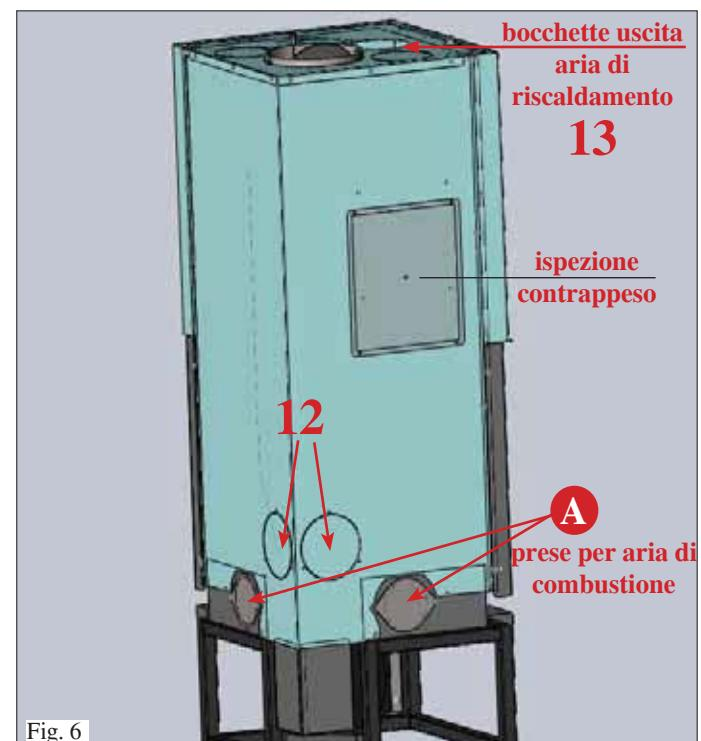

Fig. 6
Per poter far funzionare il caminetto in modo corretto è essenziale far pervenire l'aria di combustione al focolare tramite una tubazione che collega l'ambiente esterno con una delle apposite prese (A) previste sui fianchi (fig. 6) e sotto (fig. 7). Per agganciare detta tubazione, deve essere applicato alla presa che si intende utilizzare un raccordo di diametro 10 cm (10 - fig. 8).